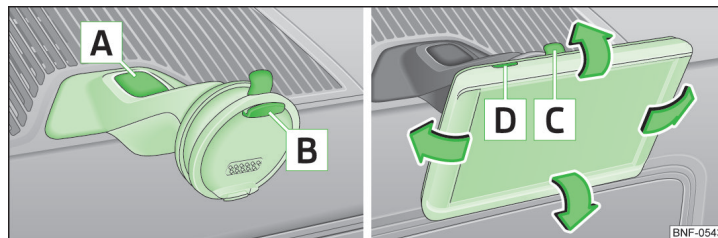

Fig. 78 Holder til multifunktionssystem / Multifunktionssystem
- › Sæt først multifunktionssystemet ind i den øverste del af holderen  » Fig. 78, og tryk det ind i den nederste del af holderen, indtil det går i hak » .
- › Du kan indstille hældningen let til den ønskede position ved at bevæge multifunktionssystemet i pilenes retning » Fig. 78 » .
- › Tryk på udløserknappen  » Fig. 78 med den anden hånd, og tag systemet ud.
- › Tryk på udløserknappen  » Fig. 78 med den anden hånd.
- › Tilslut multifunktionssystemet ved at trykke på knappen  » Fig. 78.